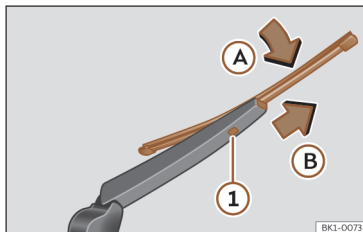

Fig. 174 Substituição da escova do vidro traseiro.
- Rode ligeiramente a escova >>> **Fig. 174** (seta A).
- Mantenha pressionado o botão de desbloqueio ① puxando pela escova no sentido da seta B.
- Introduza uma escova nova no braço limpa-para-brisas **com o mesmo comprimento e características**, no sentido contrário à seta B até que encaixe o botão ①.